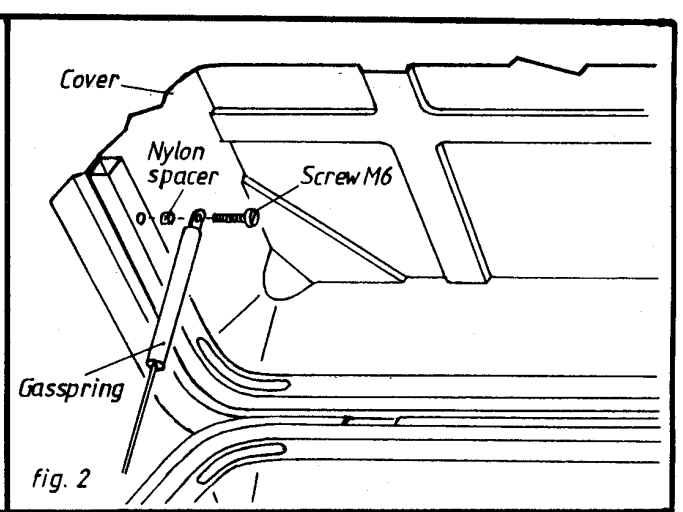

fig. 2
- Den Gasrückheber in den Alu-Rahmen einsetzen mit der Metallschraube M6 x 30 (Fig.2).
- Screw the gas cylinder on the alu frame of the cover with the metal screw M6 x 30 (fig.2).